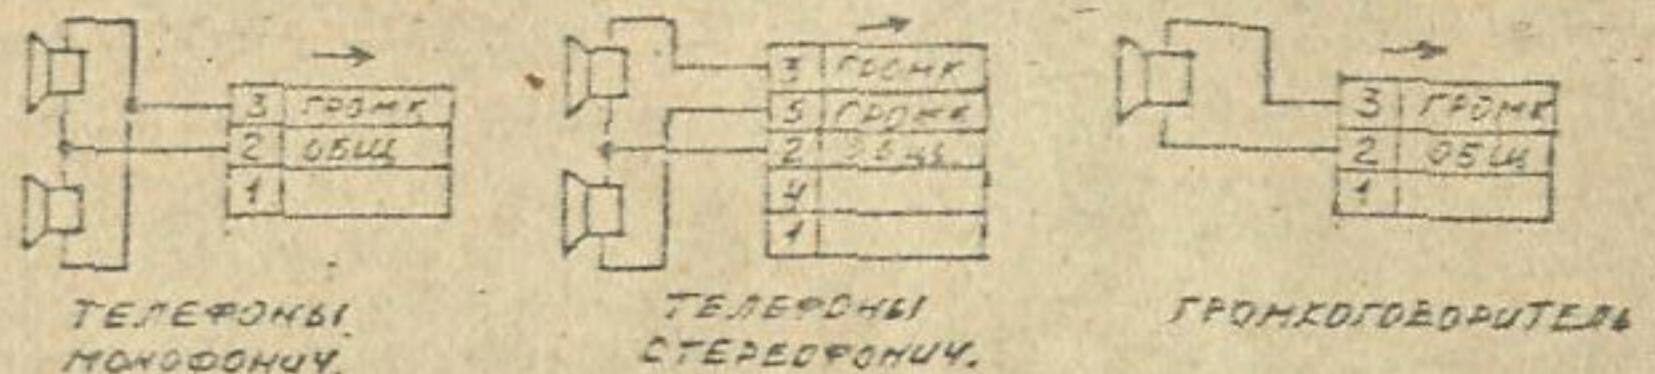

Рис. 3
7.1 Разъем "PHONE" ("ТЕЛЕФОНЫ") (36) служит для подключения головных телефонов или громкоговорителей. Для подключения используется 3- или 5-полюсная вилка СШ-3 или СШ-5. Схема подключения на рис. 3.